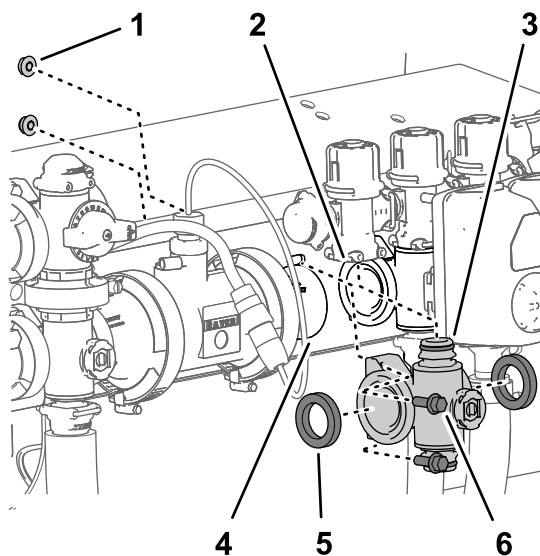

Figura 112
4. Rimuovete, dal collettore della valvola della sezione sinistra o destra, i 2 bulloni a testa flangiata ($\frac{1}{4}$ " x $\frac{3}{4}$ ") e i 2 dadi di bloccaggio flangiati ($\frac{1}{4}$ ") che fissano il collettore al supporto della valvola (Figura 112).
5. Abbassate il collettore della valvola della sezione e le guarnizioni per liberare la valvola di bypass della sezione, quindi allontanateli dalla macchina (Figura 112).